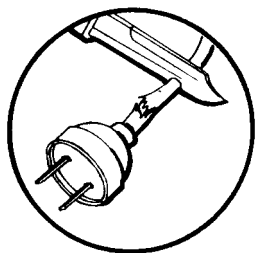

Fig. 1
1. Cut the cord off at the damaged part (Fig. 1).
1. Corte el cordón en la parte dañada (Fig. 1).